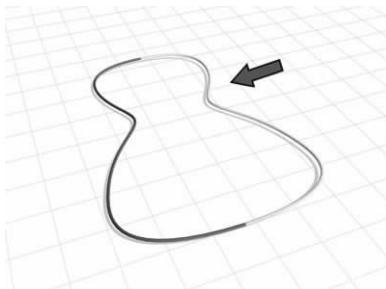

图 5-65 创建镜像曲线▲
- ④(创建镜像曲线):创建原始曲线的镜像从属曲线,如图 5-65 所示。